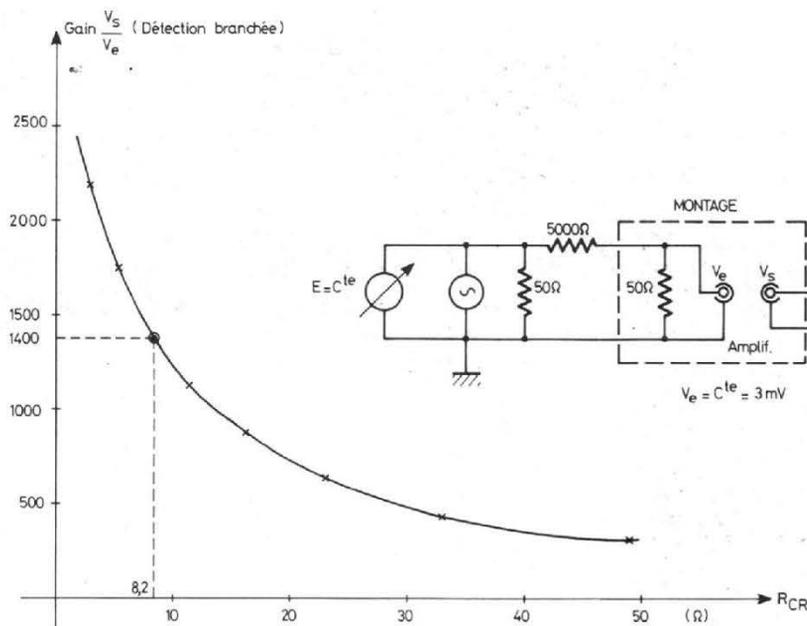
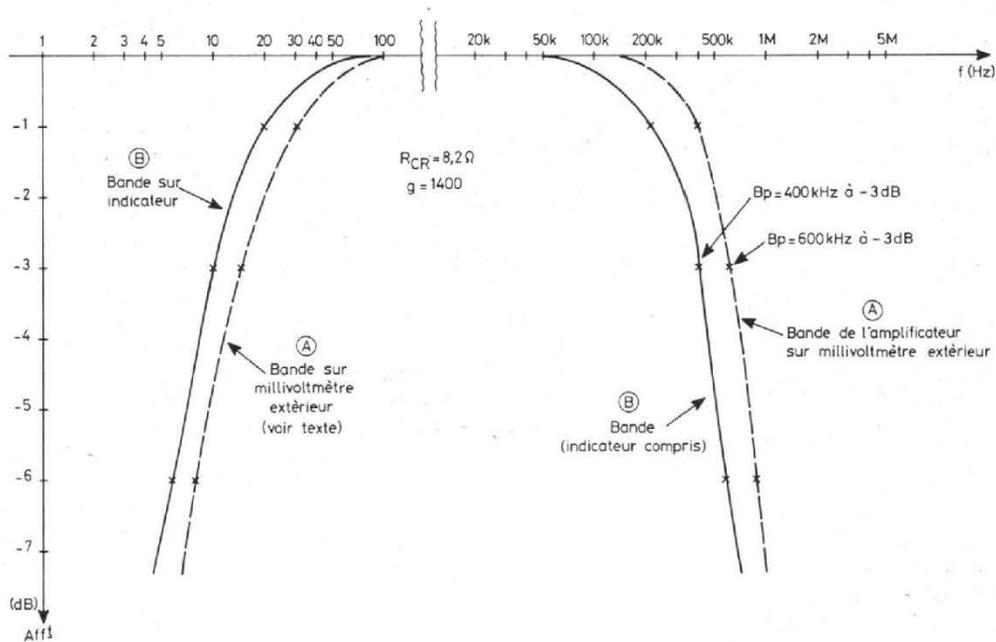

Fig. 2. - Variation du gain en fonction de la résistance de contre-réaction.
Fig. 3. - Bande passante de l'équipement pour un gain de 63 dB ($F_{\text{tmax}} = 840$ MHz).
Le gain global sans contre-réaction peut atteindre la valeur maximale de $A_g \approx 20000$. C'est le gain d'un microcircuit quelconque. Avec la contre-réaction, le gain tombe rapidement à mesure que la résistance R_{CR} croît, ainsi que le montre la courbe de la figure 2. On trouve, ainsi, un gain de 1400 pour $R_{CR} = 8,2 \Omega$. Si l'on appliquait les formules théoriques, compte tenu des estimations ci-dessus, le gain serait sensiblement plus élevé ; la différence résulte de la technologie du montage (2) et des dispersions dans les caractéristiques des transistors.
En plaçant un millivoltmètre sur la sortie V_s et en appliquant une tension constante V_e par le montage de la figure 2, on obtient la courbe A de la figure 3. Elle montre une bande passante de